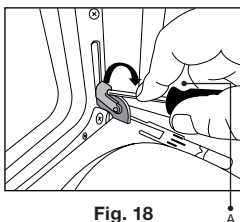
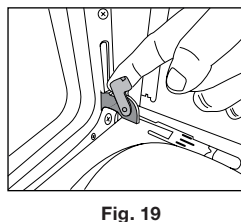

Fig. 18
Fig. 19
- Introduzca un atornillador pequeño (A) en el gancho y haga palanca hacia abajo ver fig 18. Luego hale el gancho totalmente hacia arriba ver fig. 19 (realice este mismo procedimiento en el otro extremo de la puerta).